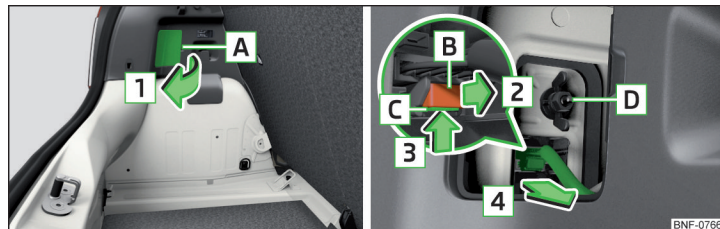

Fig. 179 Demontarea lămpii / scoaterea conectorului
- Rabatați în sus masca în zona **A**, în sensul săgeții **1** » fig. 179.
- Înșurubați și strângeți piulița din plastic **D** » fig. 179.